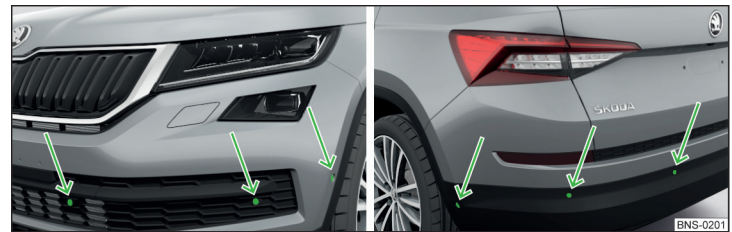

Abb. 268 Verbauport der Sensoren auf der linken Fahrzeugseite: vorn / hinten
- Die Systemsensoren » Abb. 268 auf Seite 229 sauber, schnee- sowie eisfrei halten und mit keinerlei Gegenständen abdecken, anderenfalls kann die Systemfunktion eingeschränkt sein.
Das System berechnet mithilfe von Ultraschallwellen den Abstand zwischen dem Stoßfänger und einem Hindernis. Die Ultraschallsensoren befinden sich je nach Fahrzeugausstattung im hinteren bzw. auch im vorderen Stoßfänger » Abb. 268.